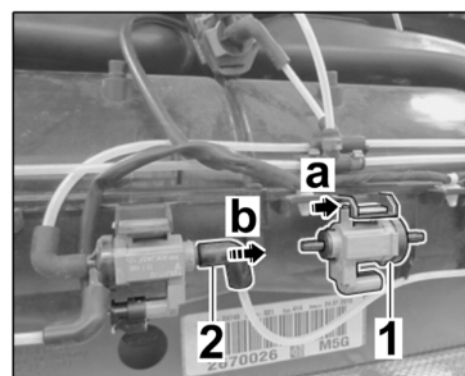

Bild 51
- 10.3.1 Unterdruckventil $\Rightarrow$ Bild 51 -1- in Halter montieren $\Rightarrow$ Bild 51 -a-.
Formschlauch $\Rightarrow$ Bild 51 -2- abziehen $\Rightarrow$ Bild 51 -b-.